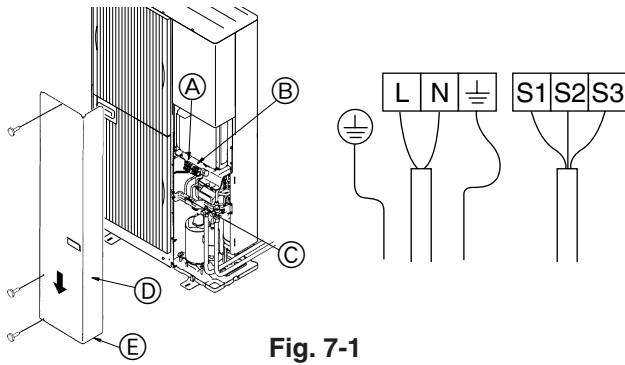

Fig. 7-1
7.1. Außenanlage (Fig. 7-1)
- ① Die Bedienungsplatte abnehmen.
- ② Die Kabel gemäß der Fig. 7-1 verdrahten.